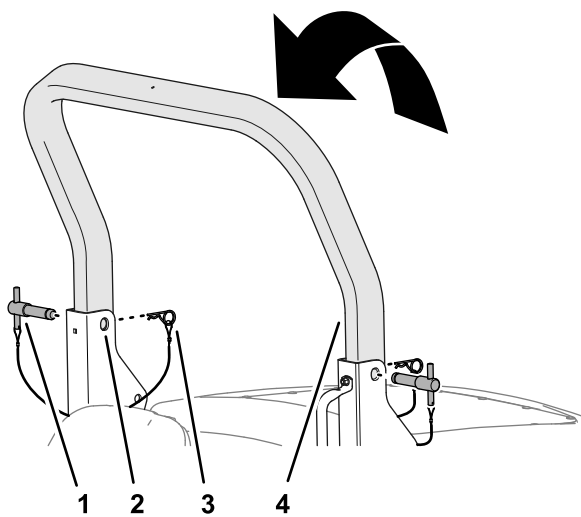

Figura 23
3. Sollevate il roll bar superiore sinché i suoi fori non sono allineati con le staffe orientabili (Figura 23).
- Inserite i perni del roll bar nei fori superiori delle staffe orientabili e nel roll bar superiore (Figura 23).
- Fissate i perni del roll bar alle staffe orientabili con le coppiglie (Figura 23).